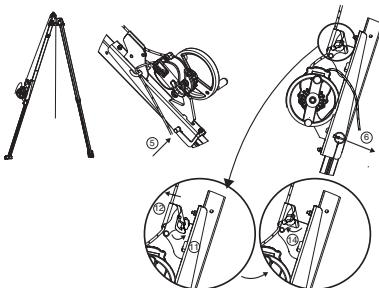

Fig. 9
- IMPORTANT :** Attention au sens de montage : le bloqueur de drisse doit être dirigé vers le haut du trépied TRACPODETM (fig. 9).
5. Mettre en place la broche d'amarrage de la console pour appareil DEROPETM UP R. Cette broche d'amarrage remplit deux fonctions : verrouillage de la jambe du trépied TRACPODETM et amarrage de la console pour appareil DEROPETM UP R sur cette jambe (fig.9, 5).
6. Verrouiller la broche d'amarrage par la goupille clips (fig.9, 6).
11. Ouvrir le coinceur de drisse de la console (fig.9, 11).
12. Introduire la drisse sortant de l'appareil DEROPETM dans le coinceur de drisse de la console (fig.9, 12).
14. Fermer le coinceur de drisse (fig.9, 14).